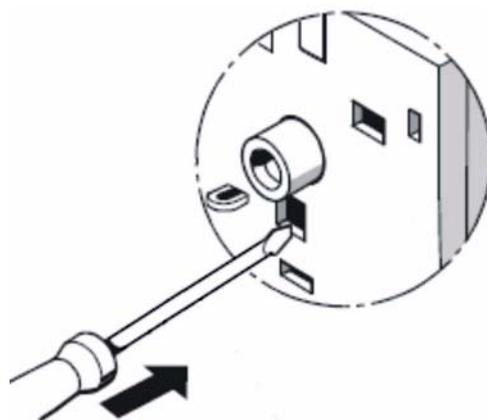

Fig. 30
- **Prueba del dispositivo (Fig. 30)**